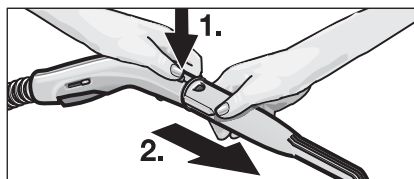

Fig. 2: Ta av tilbehørsdelen
- Når du skal ta av tilbehørsdelen, trykker du på åpneknappene (B3 og F2), og trekker delene fra hverandre (se fig. 2).